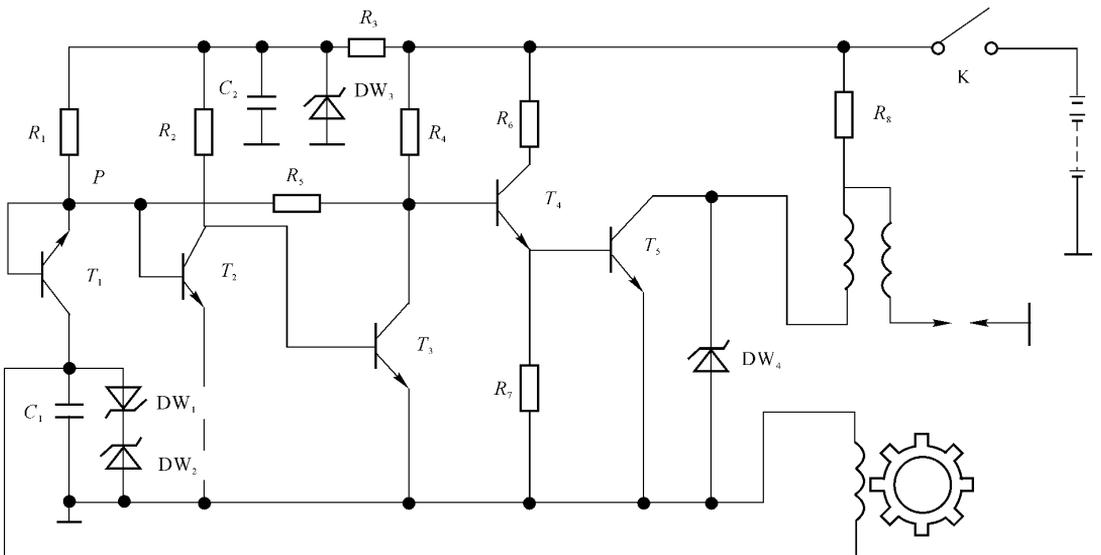

图 5.2
2. 分析如图 5.2 所示丰田车上的磁脉冲式无触点的电子点火系统工作过程。